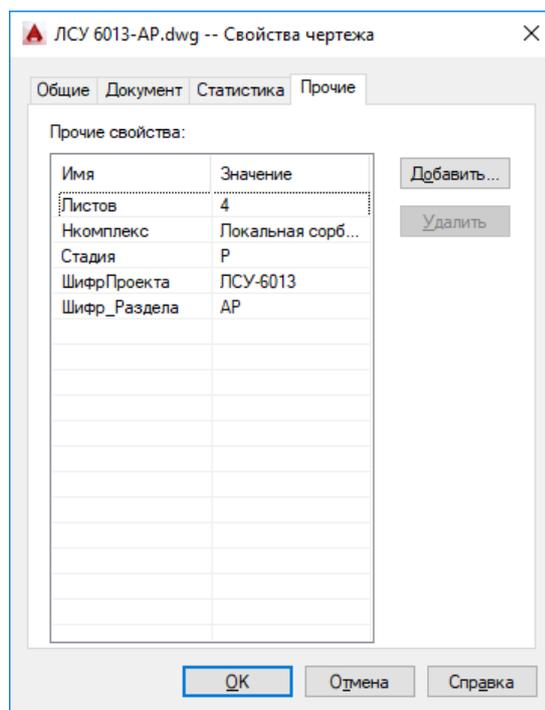

Рис.2.3.7 Заполнение свойств чертежа
6. Для заполнения информации, общей для всех листов помимо атрибутов, используются текстовые поля. Зайдем в свойства чертежа **Кнопка AutoCAD – Утилиты – Свойства чертежа** (рис.2.3.7). Заполним количество листов.